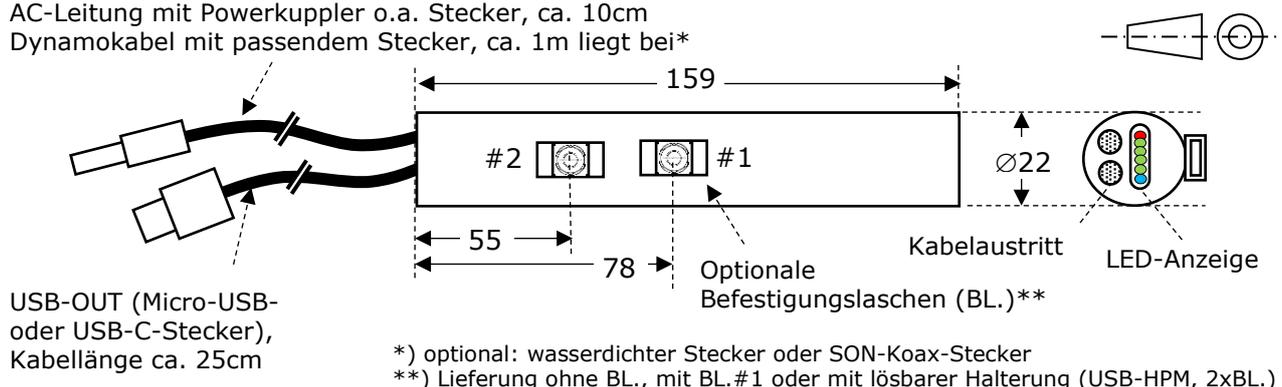

Bild 5: Abmessungen und Anschlüsse (nicht maßstabsgerecht, Maße in mm)
- 3) 1 Clip, drehbar (sh. Bild 5), bitte nur im Uhrzeigersinn drehen, keinesfalls die Schraube lösen; 2 Clips nur für lösbare Halterung USB-HPM
**Entfernen Sie keinesfalls selbst die Befestigungslasche (Bild 5).** Die Schraube fällt ins Innere des Harvesters und kann Kurzschlüsse verursachen. Die Befestigungslasche ist drehbar, bitte nur im Uhrzeigersinn drehen, keinesfalls die Schraube lösen.